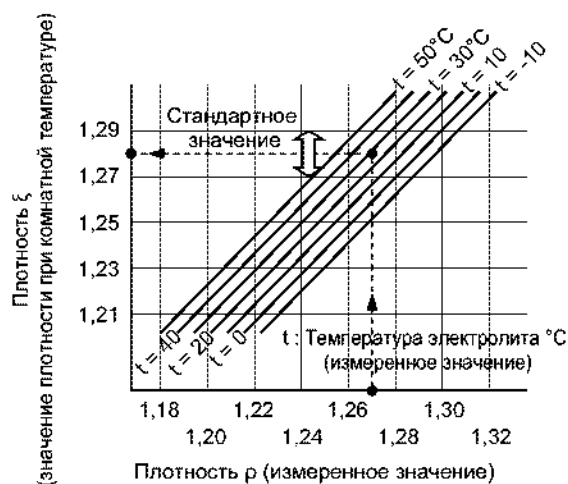

Рис. 21
- Измерьте плотность (ρ) в каждой банке аккумулятора и вычислите среднюю плотность (ψ) и разность плотности ($\Delta\psi$). Так как плотность зависит от температуры электролита (t °C), вычислите значения средней плотности и разность плотности при комнатной температуре. Вычислите плотность при комнатной температуре (ξ) с помощью **Рис. 21**, основываясь на измерениях плотности (ρ) и температуре электролита (t °C).